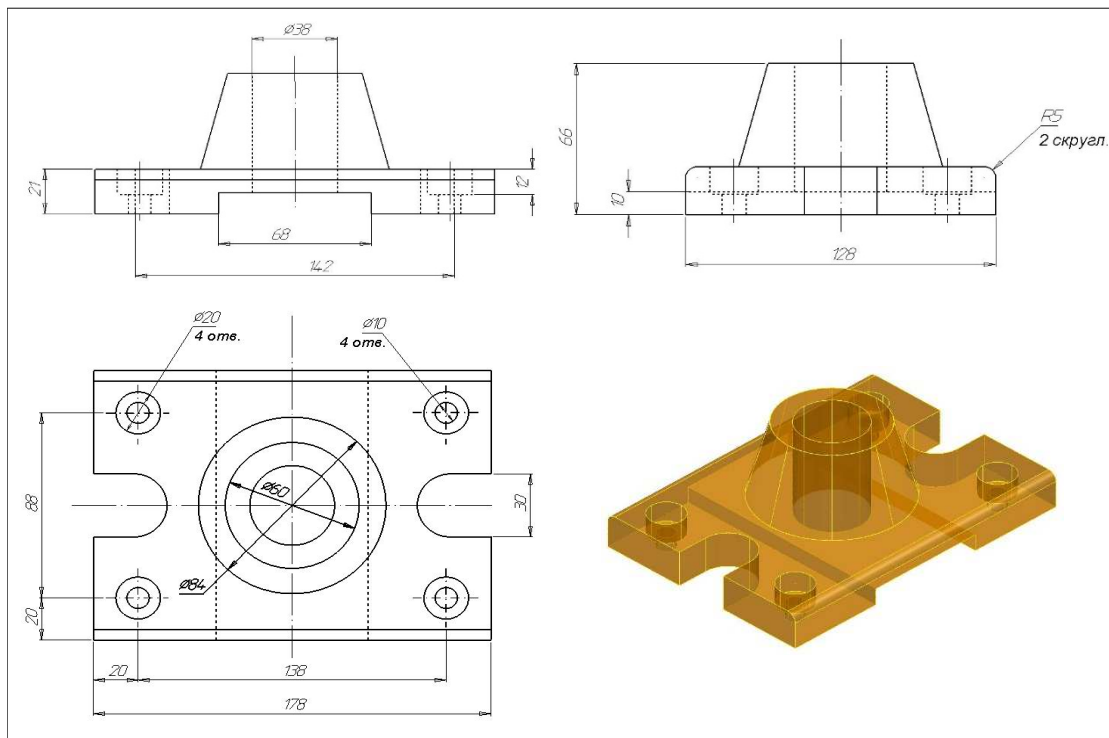

Рисунок 5.5 - Креслення деталі
Побудуємо твердотісну модель згідно креслення Рис. 5.5
- Для завершення моделі виконайте заокруглення кромки відповідно до креслення деталі (Рис. 5.5, 5.12).